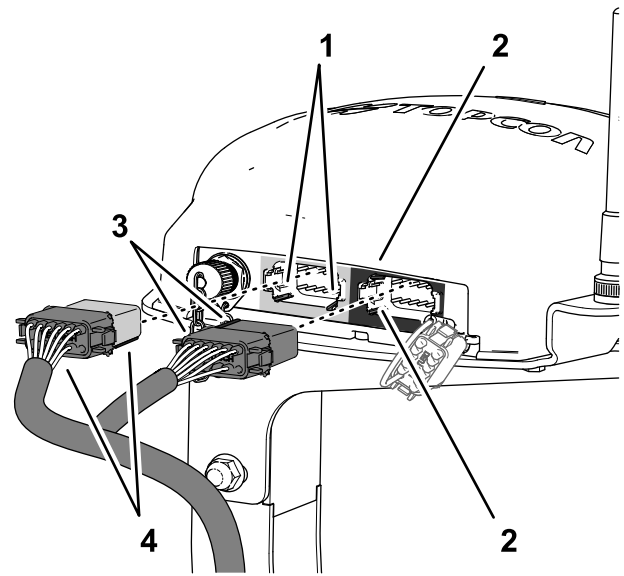

Figura 200
3. Alinee las 2 pestañas del lado largo del conector hembra de 12 vías gris y negro del arnés de datos con las 2 muescas guía del lado horizontal inferior del conector de 12 pines izquierdo (gris) del receptor de navegación (Figura 200).
4. Conecte el conector hembra de 12 vías gris y negro del arnés de datos al conector de 12 pines izquierdo (gris) del receptor de navegación hasta que los cierres del conector se enganchen firmemente (Figura 200).
5. Alinee las 2 pestañas del lado corto del conector hembra de 12 vías negro del arnés de datos con las 2 muescas del lado izquierdo vertical del conector de 12 pines derecho (negro) del receptor de navegación (Figura 200).
6. Conecte el conector hembra de 12 vías negro liso del arnés de datos al conector de 12 pines izquierdo (negro) del receptor de navegación hasta que los cierres del conector se enganchen firmemente (Figura 200).